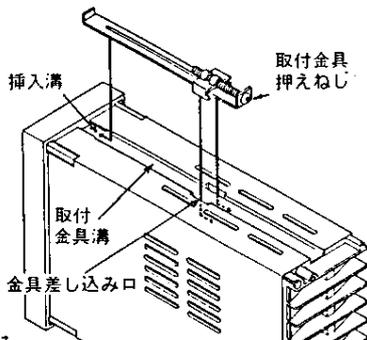
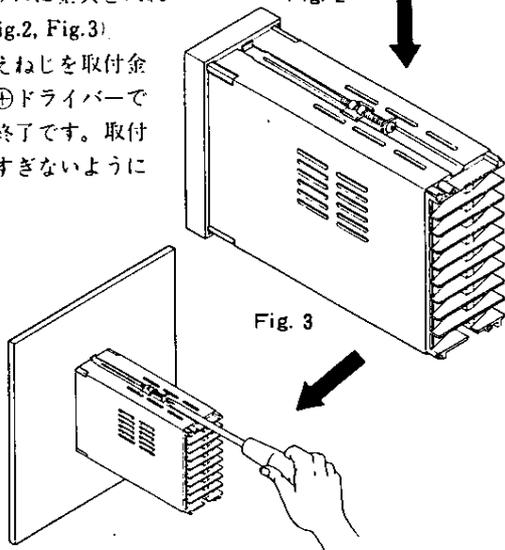

Fig. 2
Fig. 3
- 取付金具溝に沿って後部から取付金具を入れ、溝前方の挿入溝に差し込み、金具差し込み口に金具を入れて下さい(Fig.2, Fig.3).